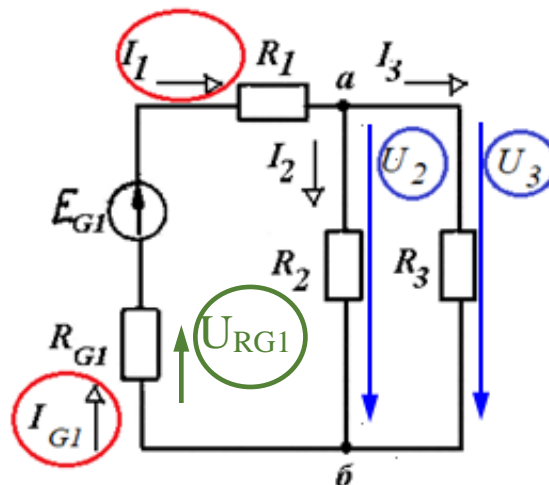

Рис.3.3
- один и тот же ток (для одной ветви) или одно и то же напряжение (для параллельных ветвей) обозначены несколько раз, возможно различным образом, примеры таких ошибок обведены красным и синим на рис. 3.3;
- стрелка, обозначающая напряжение, изображена без учета особенностей участка цепи (нарисована короче или длиннее, чем необходимо, смещена в сторону и т.п.), пример обведен зеленым на рис.3.3;